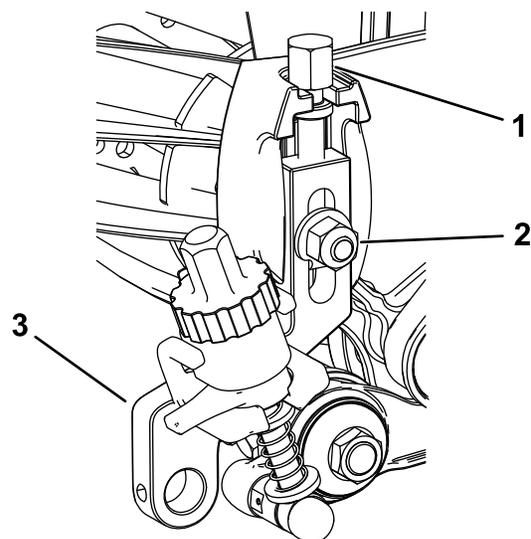

Рисунок 18
1. Заверните ранее снятые винты регулировки высоты скашивания в верхнюю часть узлов регулировки высоты скашивания (Рисунок 18).
2. Установите узлы регулировки высоты скашивания на боковые пластины режущего блока, используя ранее снятый несущий болт, гайку и специальную шайбу (Рисунок 18).